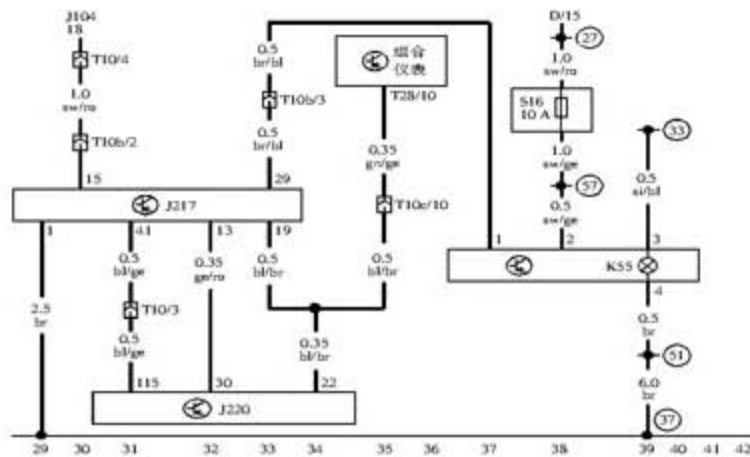

图 2
- 2). 针对故障码 17913，使用故障诊断仪查看怠速下节气门电位计电压数据为 0 V，加减负荷时数据变化正常，测量线路导通且电阻正常，并进行线路加载试验没有发现问题，因此认为此故障码不是引起变速器升降挡冲击的主要原因。对于故障码 00581，读取节气门电位计电压数据为 0.74 V，加速踏板位置数值为 0%~54%且加减负荷时变化正常，笔者分析认为节气门电位计的数据没有被变速器控制单元采用，应该针对故障码 00638 进行重点检查。查看变速器控制单元中的节气门电位计数据，发现数据与发动机控制单元中的数据不一致，显然是数据没有传输到变速器控制单元所致。参考变速器控制单元与发动机控制单元连接电路图（图 2），测量了发动机控制单元 J220 的 115 号脚与变速器控制单元 J217 的 41 号脚之间线路，以及 J220 的 30 号脚与 J217 的 13 号脚之间的线路，导通和通过性能以及加载负荷测试，线路没有任何问题（重点是 T10/3 插接处），看来问题出在变速器控制单元。